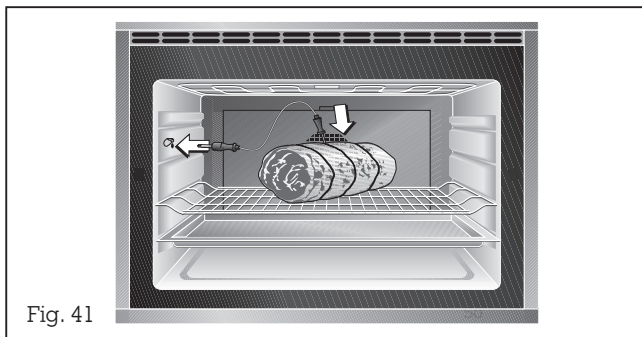

Fig. 41
- branchez la sonde dans la prise située à l'avant gauche dans le four (fig. 41).